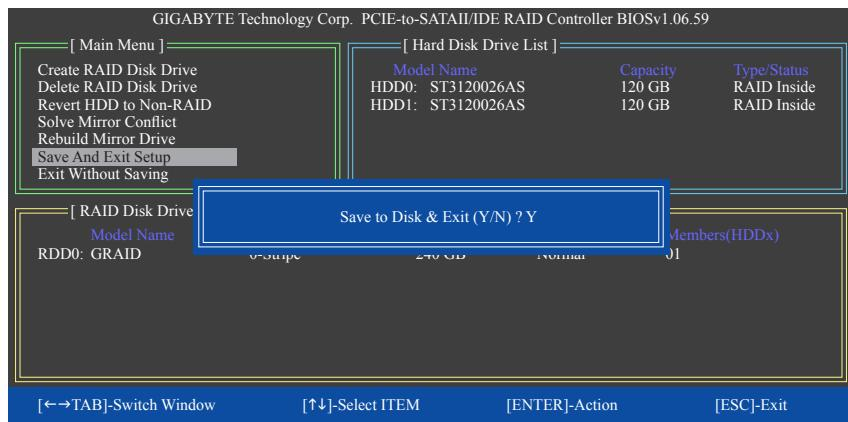

図 10
7. **Save and Exit Setup:** RAIDアレイを構成した後、メイン画面で**Save And Exit Setup**項目を選択し、設定を保存してからRAID BIOSユーティリティを終了し、<Y>を押します(図10)。